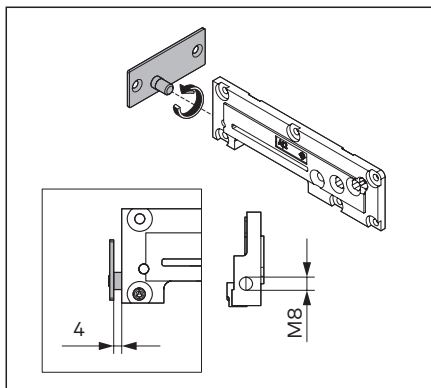

Abb. 6 Die Befestigungsplatte anschrauben
2. Die Befestigungsplatte an den Beschlag schrauben (Abb. 6).